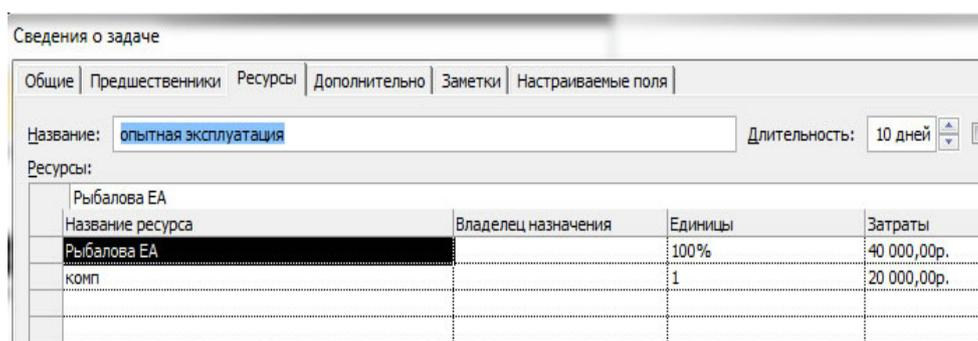

Рис. 4.25 – Загрузка ресурса на задаче
- изменить степень загрузки ресурсов и их количество на работах, окно *Сведения о задаче/Ресурсы* (рис. 4.25);